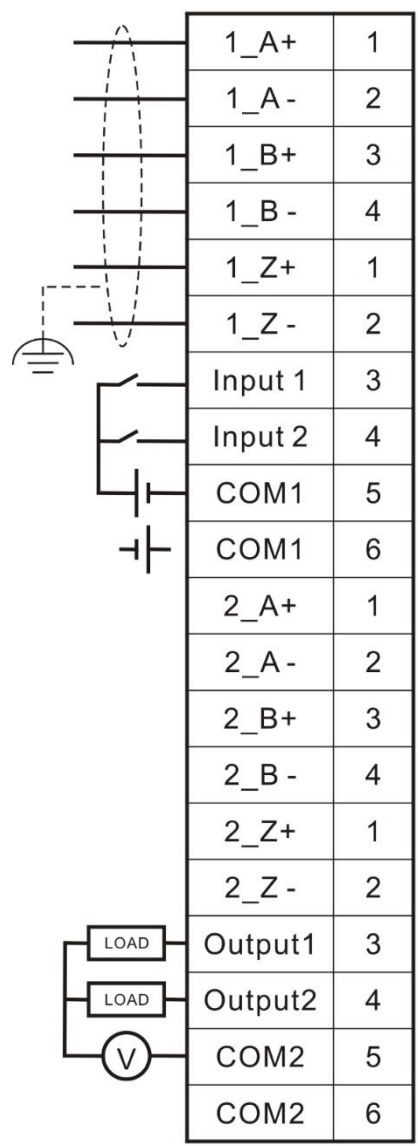

图 1.2 SRT5032 模块接线图
① 默认输入为锁存输入，数值范围：0~2³²-1，其又分为硬锁存和软锁存。硬锁存由外部信号触发，输入信号为通用型，最低触发电压为 4.5VDC（详细见表 1-7 和图 1.2 所示）；软锁存是由‘数据输出字’决定（见表 1-6 的[21]）；
此位用来控制数字信号输出，模块输出为继电器输出，输出信号类型由 COM2 决定（详细见表 1-7和图 1.2所示），对应关系如下：